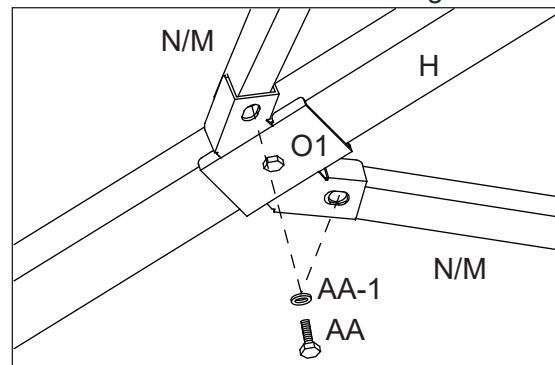

Figure 13-4
13.4. Fixez les supports principaux horizontaux (N, M) au connecteur (O1) à l'aide de boulons (AA) et de rondelles (AA-1). Voir la figure 13.4.